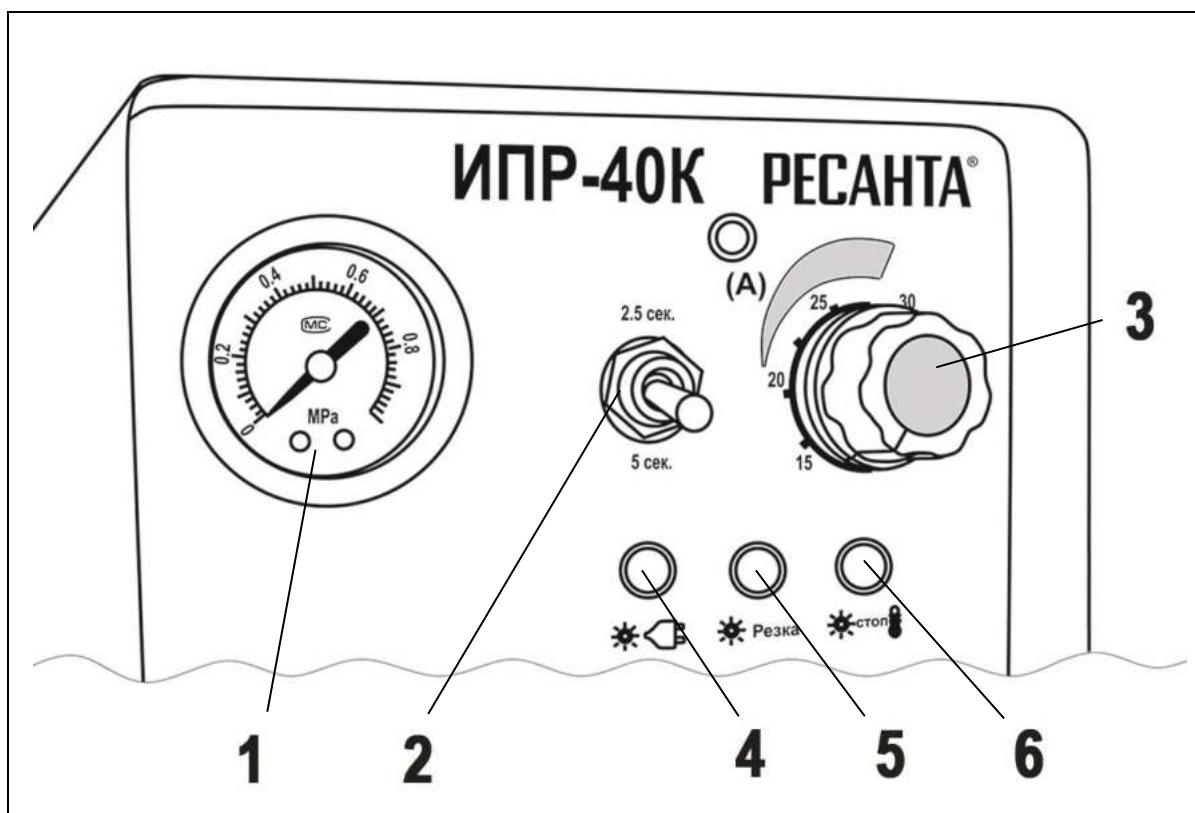

Рис. 2. Элементы управления и индикации
6. Выставьте необходимые параметры резки (см. рис.2). Давление сжатого воздуха должно быть постоянным и не должно быть ниже 0,4 мПа. При работе на низком давлении сжатого воздуха срок службы плазменной горелки сокращается.